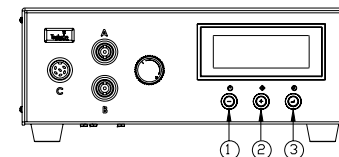

Figura 9.0
5.5 CONTADOR DE CICLOS (Consulte la Figura 9.0)
1. Mantenga presionado el botón de ajuste (3) durante dos segundos para ingresar en la pantalla de configuración.
2. Mantenga presionado el botón de ajuste (3) y el botón de modo (2) simultáneamente para borrar el contador.
3. Mantenga presionado el botón de ajuste (3) durante dos segundos para salir de la pantalla de configuración.
5.6 CAMBIO DE LA UNIDAD DE PRESIÓN INDICADA (Consulte la Figura 9.0)
3. Presione el botón de ajuste (3) y el botón (+) simultáneamente para cambiar la unidad de presión indicada a “barios”. Repita este paso para cambiar la unidad de presión indicada nuevamente a “psi”
4. Mantenga presionado el botón de ajuste (3) durante dos segundos para salir de la pantalla de configuración.
5.7 CONFIGURACIÓN DE BAJA PRESIÓN (Consulte la Figura 9.0)